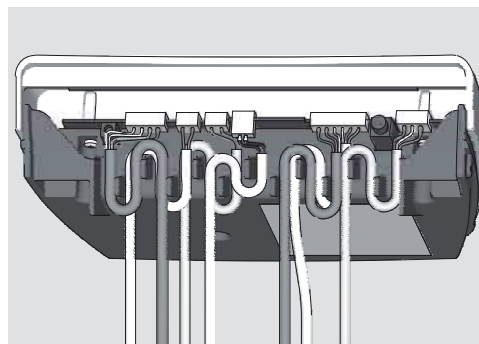
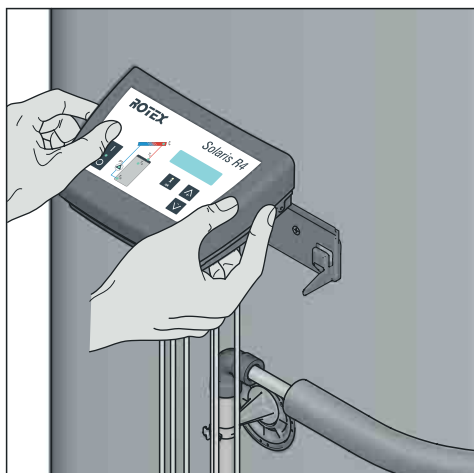

Fig. 4-27 Cablaggio di base: FlowSensor, linea del serbatoio, ritorno, sensore collettori, pompa e rete elettrica
Fig. 4-28 Fase di lavoro 5
- Assicurarsi che gli occhielli dei cavi (come indicato in fig. 4-27 e fig. 4-28) puntino verso il basso.